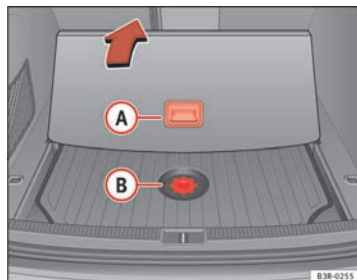

Fig. 189 Accesso agli attrezzi di bordo e cric
- Far scorrere all'indietro il rivestimento del bagagliaio facendo leva sulla relativa maniglia **A** ⇒ fig. 189.
- Svitare le viti di fissaggio della copertura **B** ⇒ fig. 189.